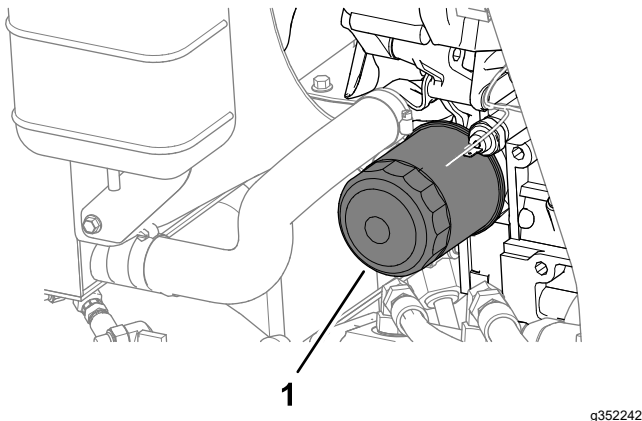

Figure 64
4. Déposez le filtre à huile (Figure 64).